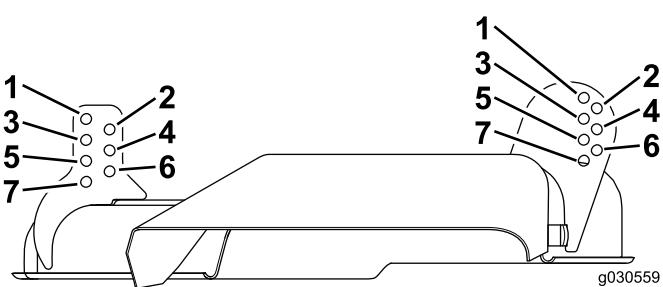

図 17
5. 以下の表にしたがって刈り込みデッキの刈高を設定する図 17。